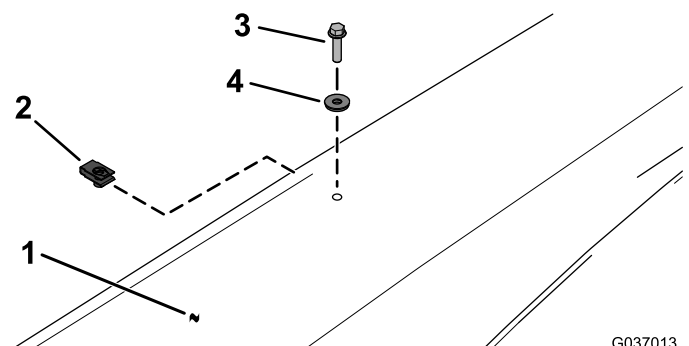

Figura 14
16. Instale o toldo no suporte de apoio do teto utilizando dois cliques, dois anilhas vedantes e dois parafusos flangeados hexagonais (¼ pol. x 1 pol.), como se mostra na Figura 14.